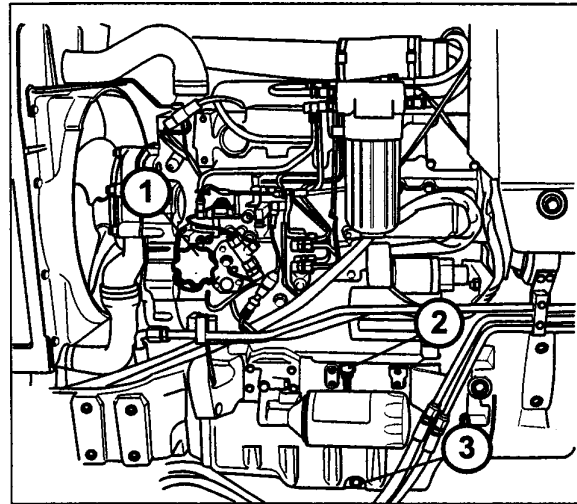

Fig.5-36 - Aceite motor
Cárter aceite motor Fig. 5-36
2. Quitar el tapón de descarga (3. Fig. 5-36) con el tractor sobre superficie plana.
4. Llenar con aceite del tipo aconsejado hasta el nivel máximo en la varilla (2).